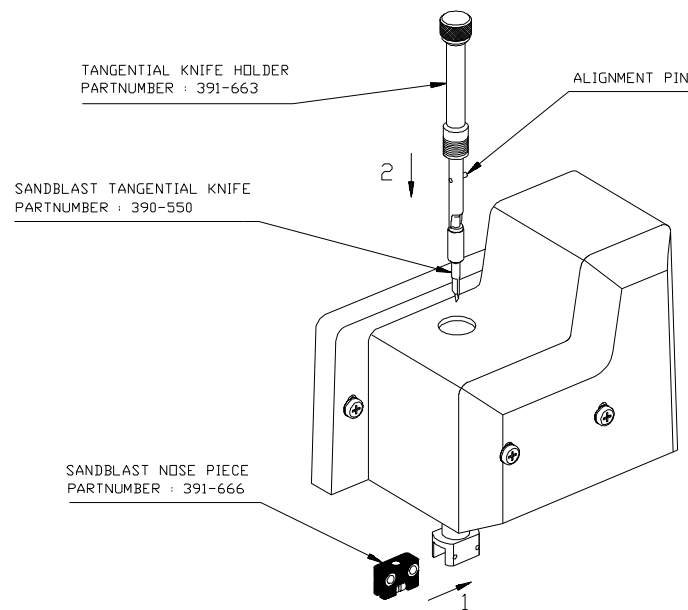

FIGURA 1-10 :
2. Inserte la boquilla de color **negro** como se muestra en la Figura 1-10 hasta que encaje en el soporte de la boquilla. Siempre que corte material de chorro de arena, reemplace la boquilla estándar (de color gris) por la boquilla para cortar materiales de chorro de arena (de color negro).
3. Inserte cuidadosamente la cuchilla en el hueco de la herramienta como se muestra en la Figura 1-10. Sujete la boquilla en su sitio con una mano, mientras que con la otra mano, gira el soporte de la cuchilla en el sentido contrario a las agujas del reloj, hasta que la clavija de alineamiento encaje en la pequeña muesca del hueco de la herramienta. A continuación, gire el soporte de la cuchilla en el sentido de las agujas del reloj hasta que encaje en el hueco de la herramienta.